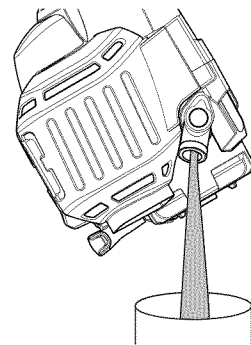

Fig. 22
3. Inclíne la unidad verticalmente para verter el aceite fuera del orificio de llenado de aceite y al interior del recipiente (Fig. 22). Deje bastante tiempo para que se drene completamente.